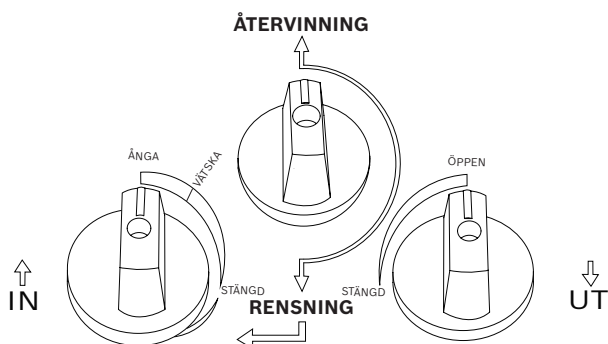

Fig. 2: Ventillägen för normalåtervinning
2. Innan några slanganslutningar görs, se till att serviceventilerna för luftkonditionerings- eller kylsystemet, ventilerna på manifoldtryckmätarsatsen, reglerventilerna på återvinningsenheten och ventilerna på köldmedelsbehållaren är i stängt läge. Se också till att återvinnings- / rensventilen är i läget **RECOVER** (ÅTERVINNING) (pekande uppåt). Se fig. 2.
11. Vrid återvinningsmaskinens inloppsventil (blå) till markeringen **LIQUID** (VÄTSKA) på frampanelen, se Fig. 2. Vrid huvudströmbrytaren till läget **ON** (PÅ) för att starta återvinningen.
3. Innan några slanganslutningar görs, se till att systemets serviceventiler, reglerventiler på återvinningsenheten och ventiler på köldmedelsbehållaren alla är i stängt läge. Se också till att återvinnings- / rensventilen är i läget **RECOVER** (ÅTERVINNING) (pekande uppåt). Se fig. 2.